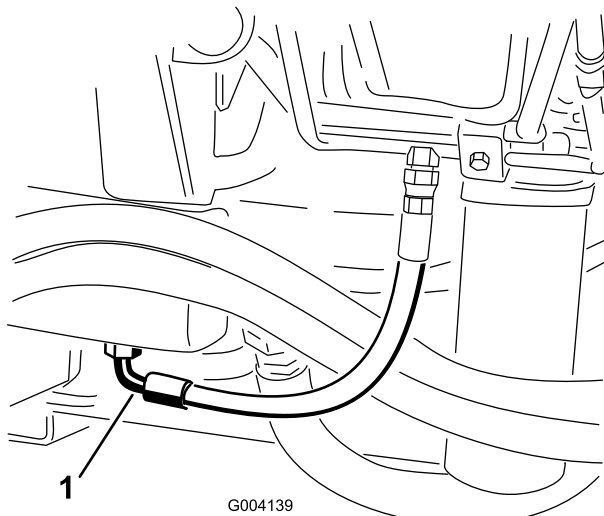

Figura 56
- Coloque un recipiente grande debajo del acoplamiento situado en la parte inferior del depósito de fluido hidráulico (Figura 56).